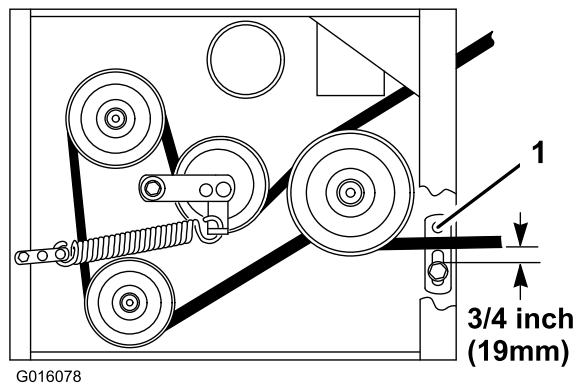

Bild 45
8. Stellen Sie sicher, dass die Riemenführung unter dem Motorrahmen richtig eingestellt ist (Bild 45).
Hinweis: Bei eingekuppeltem Treibriemen muss der Abstand zwischen der Riemenführung dem Treibriemen 19 mm betragen (Bild 45). Stellen Sie den Treibriemen ggf. ein. Der ausgekuppelte Riemen sollten nicht schleifen oder von der Scheibe rutschen, wenn die Führungen richtig eingestellt sind.